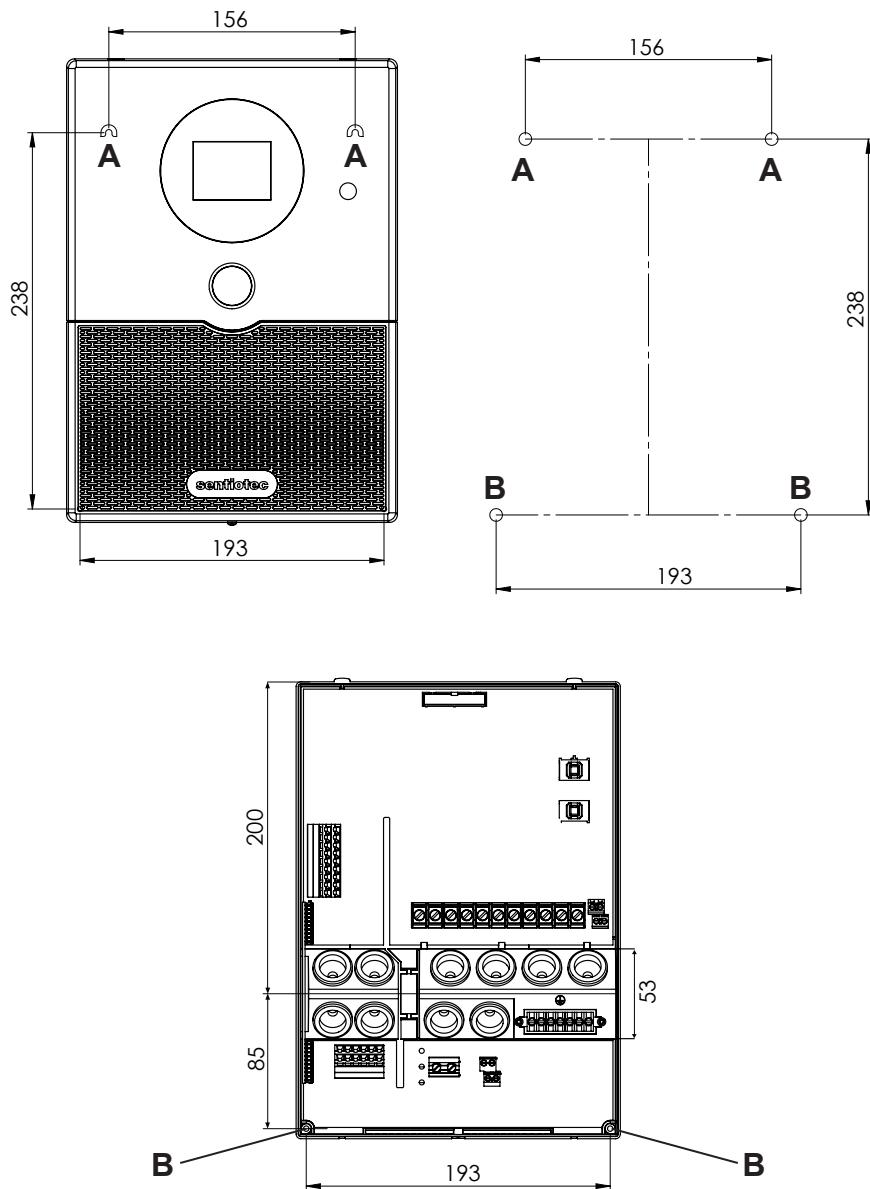

Fig. 1 Posizione del dispositivo di sospensione e dei fori di montaggio (misure in mm)
1. Avvitare due viti per trucioli (3 x 25 mm) sulla parete della sauna a un'altezza di ca. 1,70 m lasciandole fuoriuscire di max 7 mm. Le due viti devono essere posizionate a una distanza di 156 mm l'una dall'altra (vedi Fig. 1).
4. Con l'ausilio del dispositivo di sospensione **A**, agganciare il comando della sauna alle viti con intaglio a croce montate (vedi **Fig. 1**).
5. Avvitare due viti per trucioli (3 x 25 mm) nei fori di fissaggio inferiori **B** (vedi **Fig. 1**).